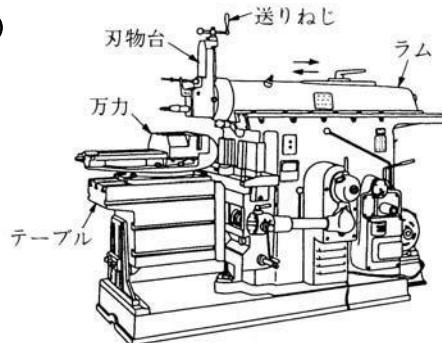

図6.5 形削り盤
6.5.5 形削盤（図 6.5 に示すような工作機械）
- ① 工作物は確実に取り付けること
- ② ラムが往復運動する範囲内に障害物がないことを確認すること
- ③ ラムの正面に立って作業しないこと